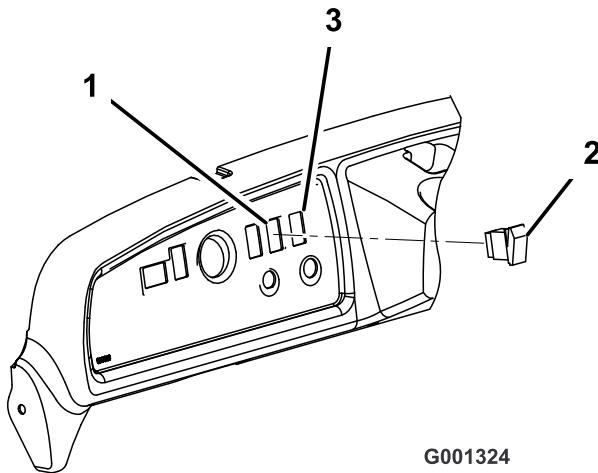

Figura 9
9. Enchufe el interruptor en el conector para accesorios del salpicadero. Introduzca el interruptor en el hueco abierto en el salpicadero (Figura 9).
8. Retire el tapón del hueco del lado derecho del salpicadero (Figura 9).
10. Conecte el interruptor en el conector del arnés del salpicadero. Introduzca el interruptor en el hueco del salpicadero (Figura 9).